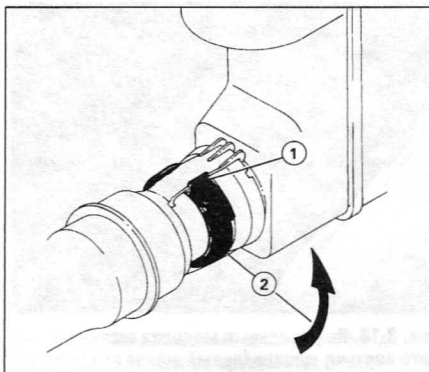

Рис. 2.12. Чтобы отпустить байонетное соединение шланга радиатора, поверните стопорное кольцо (2) до его упора в ограничитель (1)
12 Поверните стопорное кольцо (2) против часовой стрелки настолько, чтобы оно вошло в контакт с ограничителем (1) (рис. 2.12).